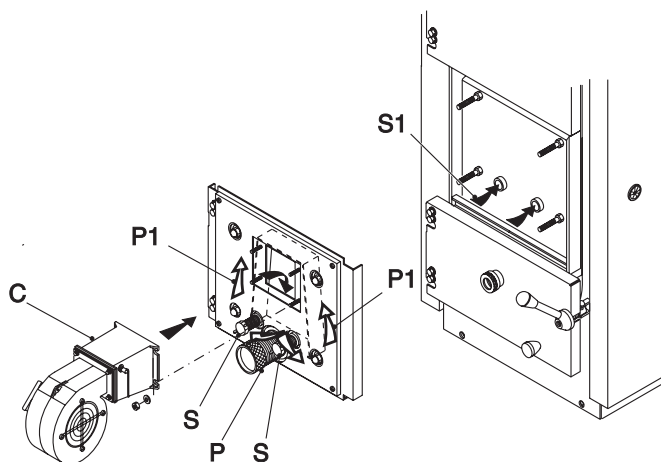

fig. 45
La caldaia GASOGEN LG3 è dotata di un ventilatore di spinta dell'aria di combustione (pos. 6 fig. 2), di un collettore di distribuzione dell'aria di combustione (pos. 1 fig. 45) e di regolatori dell'aria primaria (pos. P fig. 45) e secondaria (pos. S fig. 45).